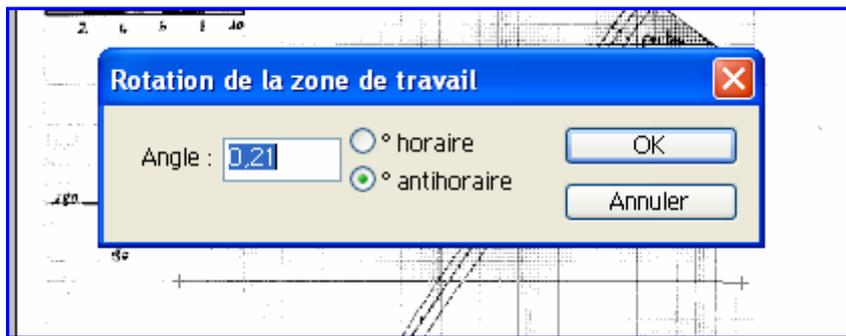

Figure 3
-sortir du mode « Bitmap » pour passer en mode « niveaux de gris » (figure 3).